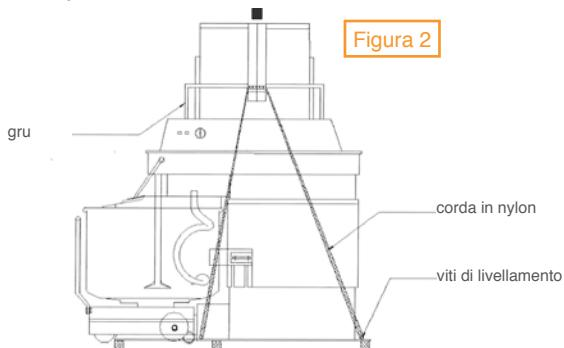

Figura 2
- Dopo aver disimballato l'estremità superiore e inferiore della cassa, utilizzare corde resistenti in nylon e legarle ai quattro anelli, come illustrato in Figura 2. Quindi, sollevare la macchina dalla pedana in legno e spostarla nel punto di installazione.